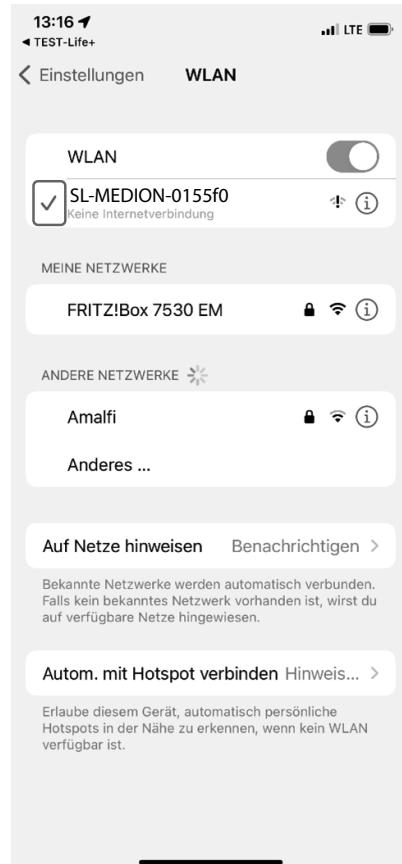

Fig. 8
- ▶ Attendez que la connexion soit établie (visible généralement à la présence d'une coche à côté du nom du réseau, voir fig. 8).